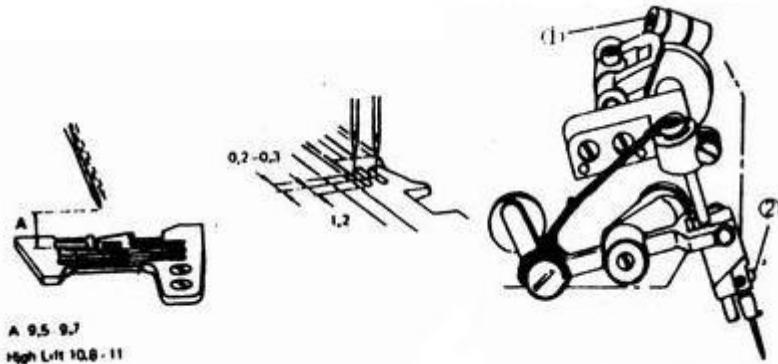

Рис.12
(1) Игла и игольная пластина. Рис. 12.